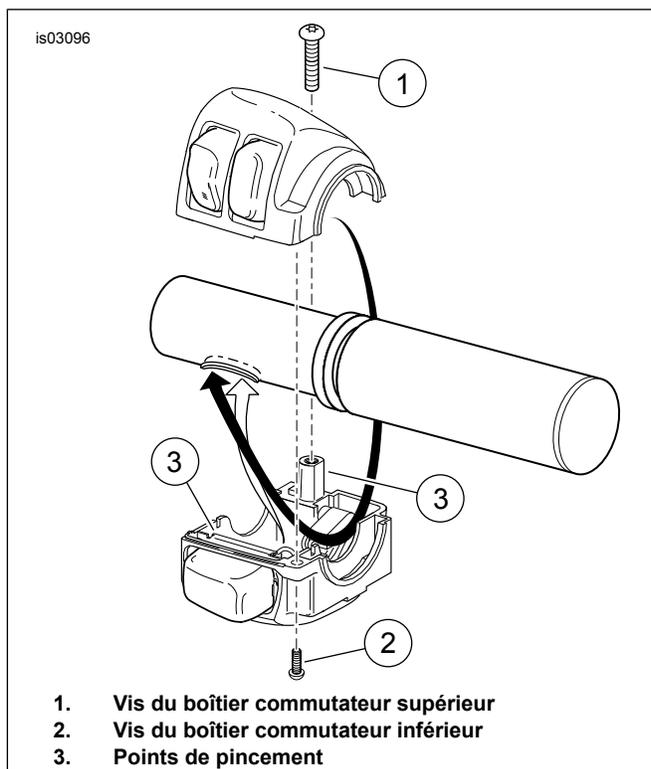

Figure 2. Acheminement de fil de boîtier commutateur (boîtier du côté droit montré)
7. Acheminer délicatement le groupe de fils du capteur de poignée de commande des gaz dans l'extrémité de côté droit du guidon. Voir Figure 2. Acheminer le groupe de fils de commutateur de droite à travers le boîtier commutateur, tel qu'indiqué. Acheminer délicatement le faisceau de fils dans le trou de fil de commutateur de droite. Tirer les faisceaux vers le bas à travers le nouveau guidon et vers le centre du guidon, tout en ajustant les languettes d'indexage sur le capteur de poignée tournante dans les fentes sur l'extrémité du guidon. Une languette d'indexage et une fente sont plus petites que les autres pour faciliter le montage correct.
11. Acheminer le faisceau de fils du commutateur de gauche dans le boîtier commutateur comme indiqué dans Figure 2 pour le câblage de droite. Acheminer délicatement le faisceau de fils dans le trou de fil du commutateur de gauche. Tirer le faisceau vers le bas à travers le nouveau guidon et vers le centre du guidon.